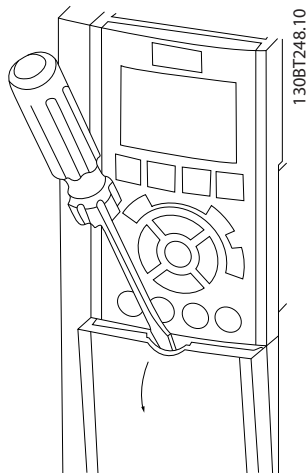
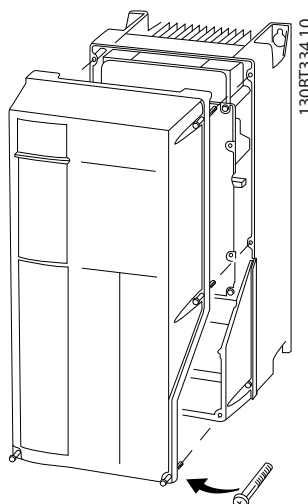

图 4.4 检视 IP20 和 IP21 机箱的线路
图 4.5 检视 IP55 和 IP66 机箱的线路
1. 使用螺丝刀（如图 4.4 所示）或拧松固定螺钉（如图 4.5 所示）拆下盖板。